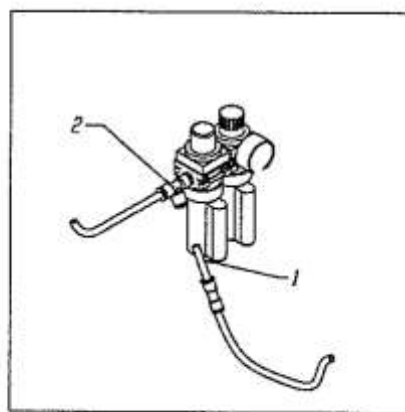

図5-2
(2) エアールート接続
ウィンドパイプ (1) をジャンクション (2) に繋いでください。(図5-2)
(3) タイヤホールディングディスクの設置